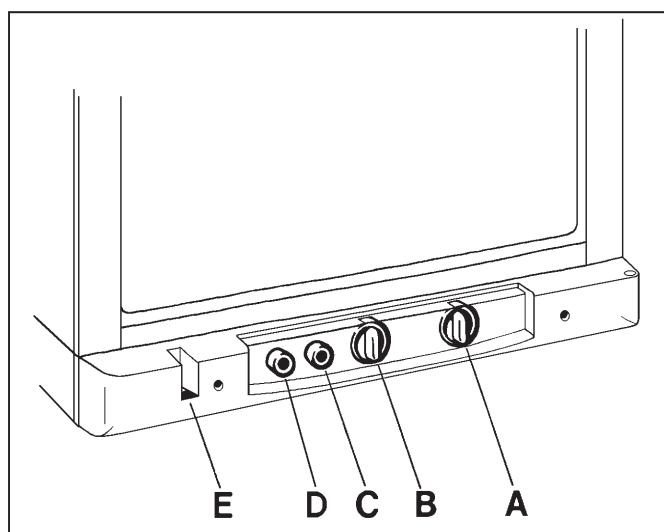

FIG. 1
Kjøleskapet kan drives enten med 230 V eller propan. Om-koblingen mellom disse skjer ved hjelp av kontroller, som er plassert som vist i fig. 1.
Alle henvisninger gjelder til fig 1.
Alle henvisninger gjelder til fig.1. Etter at kjøleskapet har startet, vil det gå noen timer før det blir kaldt. Kjøleskapet er termostatregulert og termostatrattet (B) stilles normalt inn på 3-5. Hvis det ønskes høyere kjøleeffekt, stilles termostaten inn på en høyere verdi.